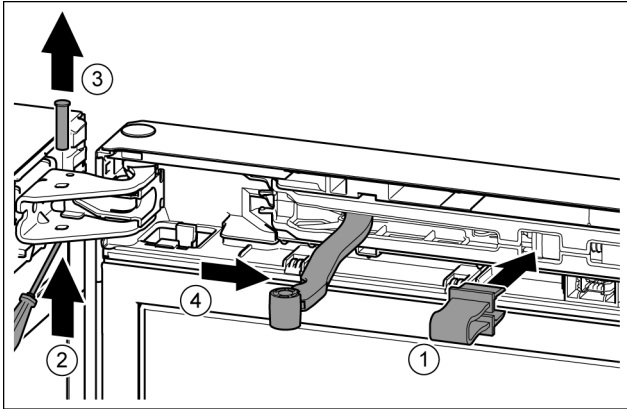

Fig. 10
- Зафіксуйте запобіжник. *Fig. 10 (1)*
- Виштовхніть палець за допомогою викрутки. *Fig. 10 (2)*
- Вийміть гвинт рухом нагору. *Fig. 10 (3)*
- Поверніть шарнір у напрямку дверцят. *Fig. 10 (4)*